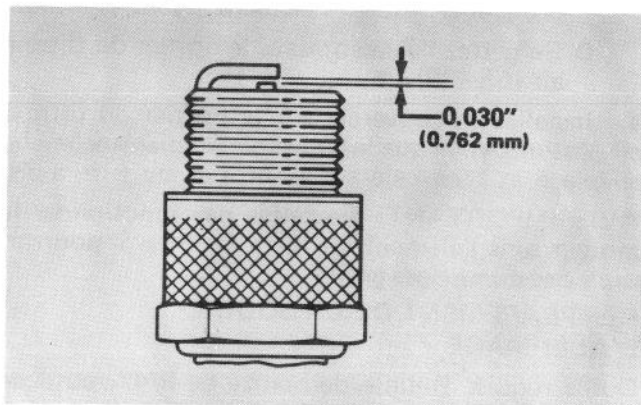

Figure 32
3. Réglez l'écartement des électrodes à 0.030 pouce (0.762mm) (Fig. 32). Installez la bougie réglée avec son joint et serrez-la à 15 lb-pi (20.4 N·m). Si vous ne disposez pas d'une clé dynamométrique, serrez la bougie fermement.